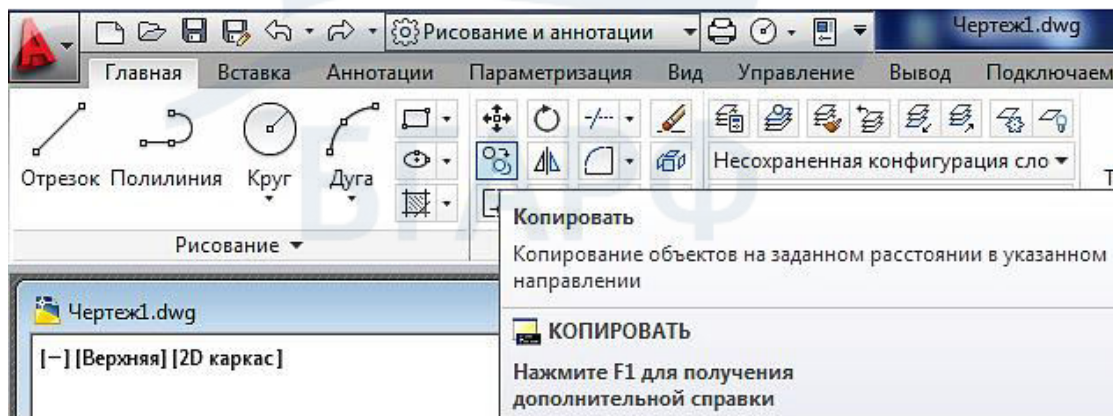

Рис. 104
- щелчком мыши по кнопке  **Копировать** на панели инструментов **Редактирование** на вкладке **Главная** ленты инструментов (рис. 104);